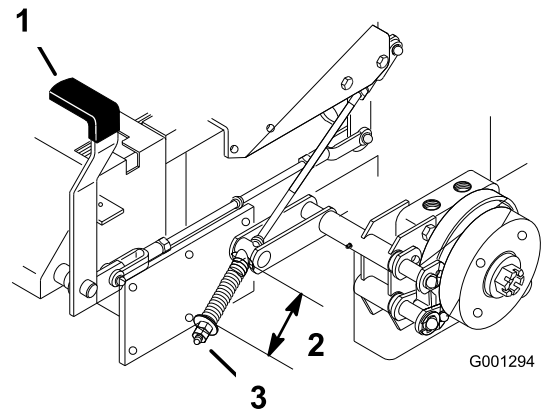

Figura 82
3. Mida la longitud del muelle (Figura 82).
4. Si es necesario un ajuste, quite el freno de estacionamiento, afloje la contratuerca que está debajo del muelle y ajuste la tuerca que está directamente debajo del muelle (Figura 82).